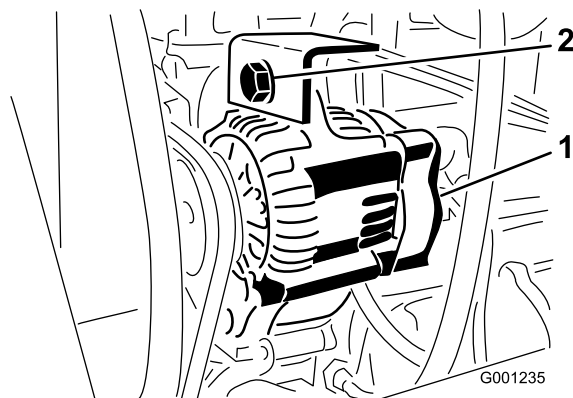

Figura 75
2. Afloje el perno de montaje del alternador (Figura 75).
3. Aumente o reduzca la tensión de la correa del alternador y apriete el perno de montaje (Figura 75).